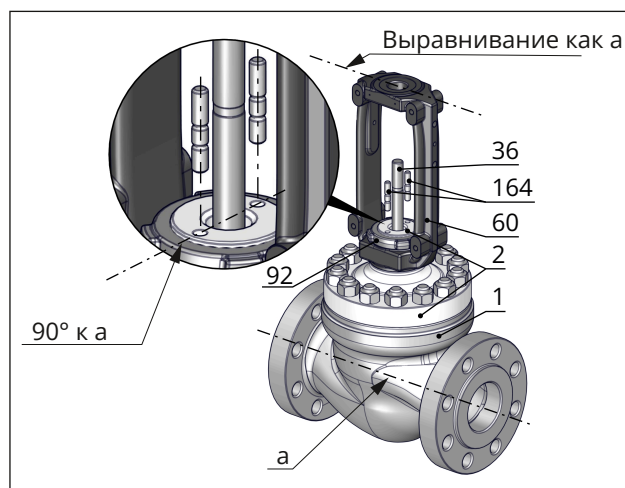

Рис. 33: Выравнивание верхней части на корпусе клапана и выравнивание рамы на верхней части
14. Вставьте несущий элемент (63) вместе с запрессованной втулкой (7) вертикально и концентрично через шток плунжера (36) в корпус (1), пока он не упрется в опорную поверхность внутри корпуса. Для этого при больших номинальных диаметрах используйте специальный инструмент.
15. Установите новое спиральное уплотнительное кольцо (126) на несущий элемент (63).
16. Поместите новое спиральное уплотнительное кольцо (17) в корпус (1).
17. Установите верхнюю часть клапана (2/21), включая раму (60) вертикально сверху через шток плунжера (36) на корпус (1) без ее фиксации. Соблюдайте ориентацию, см. Рис. 33. Два отверстия в верхней части верхнего элемента должны располагаться перпендикулярно относительно оси трубопровода.
18. Плотно вставьте плунжер (5) в седло (4). При этом закрепите верхнюю часть клапана (2/21) с помощью корпусный гаек (14). Последовательно затяните корпусные гайки (14) в перекрестном порядке. Соблюдайте моменты затяжки.
9. Установите новое спиральное уплотнительное кольцо (17) в корпус клапана (1). Перед этим очистите поверхность уплотнения и проверьте ее на наличие повреждений.
10. Установите новое спиральное уплотнительное кольцо (126) на несущий элемент (63) или прижим седла (124). Перед этим очистите поверхность уплотнения и проверьте ее на наличие повреждений.
11. Установите верхнюю часть клапана (2/21), включая раму (60) вертикально сверху через шток плунжера или поршня (36) на корпус (1) без ее фиксации без ее фиксации. Соблюдайте ориентацию, см. Рис. 33. Два отверстия в верхней части верхнего элемента должны располагаться перпендикулярно относительно оси трубопровода.
12. С усилием вдавите плунжер или поршень (5) в седло (4). При этом закрепите верхнюю часть клапана (2/21) с помощью корпусных гаек (14). Последовательно затяните корпус-
11. Установите новое спиральное уплотнительное кольцо (17) в корпус клапана (1). Перед этим очистите поверхность уплотнения и проверьте ее на наличие повреждений.
12. Установите новое спиральное уплотнительное кольцо (126) на несущий элемент (63) или прижим седла (124). Перед этим очистите поверхность уплотнения и проверьте ее на наличие повреждений.
13. Установите верхнюю часть клапана (2/21), включая раму (60) вертикально сверху через шток плунжера или поршня (36) на корпус (1) без ее фиксации без ее фиксации. Соблюдайте ориентацию, см. Рис. 33. Два отверстия в верхней части верхнего элемента должны располагаться перпендикулярно относительно оси трубопровода.
14. С усилием вдавите плунжер или поршень (5) в седло (4). При этом закрепите верхнюю часть клапана (2/21) с помощью корпусных гаек (14). Последовательно затяните корпусные гайки (14) в перекрестном порядке. Соблюдайте моменты затяжки.
15. Аккуратно продвиньте детали сальниковой набивки при помощи соответствующего инструмента по штоку плунжера или поршня (36) в набивочную полость. Соблюдайте правильную последовательность и расположение компонентов, указанную в соответствующей документации к упаковке запасных частей.
16. Установите упор (8).
17. Установите кольцевую набивку (сальника) (162) через штифтовые винты (164) на верхней части клапана (2/21) на упор (8).
18. Накрутите обе зажимные гайки (163) (при использовании подпружиненной кольцевой набивки (сальника), включая тарельчатые пружины) на штифтовые винты (164) и затяните их от руки. В исполнении с пружиной проведите зажимные гайки (163) через отверстия в кольцевой набивке сальника.
19. Попеременно и пошагово затяните обе зажимные гайки (163) кольцевой набивки сальника (162) на шестигранной головке до указанного момента затяжки.
6. Вставьте прижим седла (124), включая запрессованную втулку (7) вертикально и концентрично по штоку плунжера (36) вертикально в корпус (1) и расположите их на седле (4). Для этого при больших номинальных диаметрах используйте специальный инструмент. Выровняйте просветы прижима седла (124) симметрично относительно оси трубопровода.
7. Установите новое спиральное уплотнение (126) на прижим седла (124).
8. Поместите новое спиральное уплотнительное кольцо (17) в корпус (1).
9. Установите верхнюю часть клапана (2/21), включая раму (60) вертикально сверху через шток плунжера (36) на корпус (1) без ее фиксации. Соблюдайте ориентацию, см. Рис. 33. Два отверстия в верхней части верхнего элемента должны располагаться перпендикулярно относительно оси трубопровода.
10. Плотно вставьте плунжер (5) в седло (4). При этом закрепите верхнюю часть клапана (2/21) с помощью корпусной гайки (14). Последовательно затяните корпусные гайки (14) в перекрестном порядке. Соблюдайте моменты затяжки.